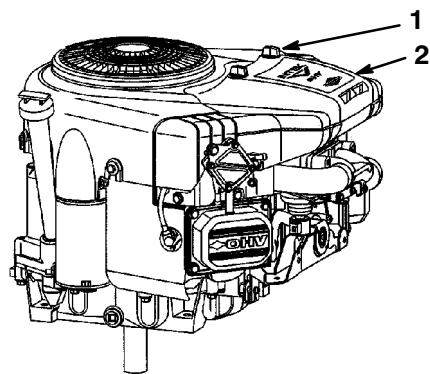

Abbildung 29
3. Den Bereich um den Luftfilter herum reinigen, um zu verhindern, dass Schmutz in den Motor gelangen und Schäden verursachen kann. Die Knöpfe losdrehen und die Luftfilterabdeckung abnehmen (Abb. 29).